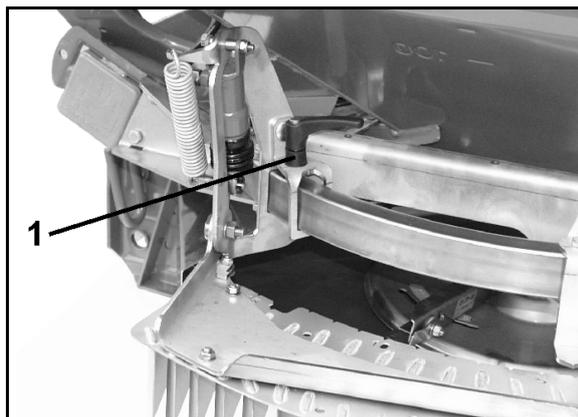

Fig. 75
1. Hierfür den Klemmhebel (Fig. 75/1) lösen.